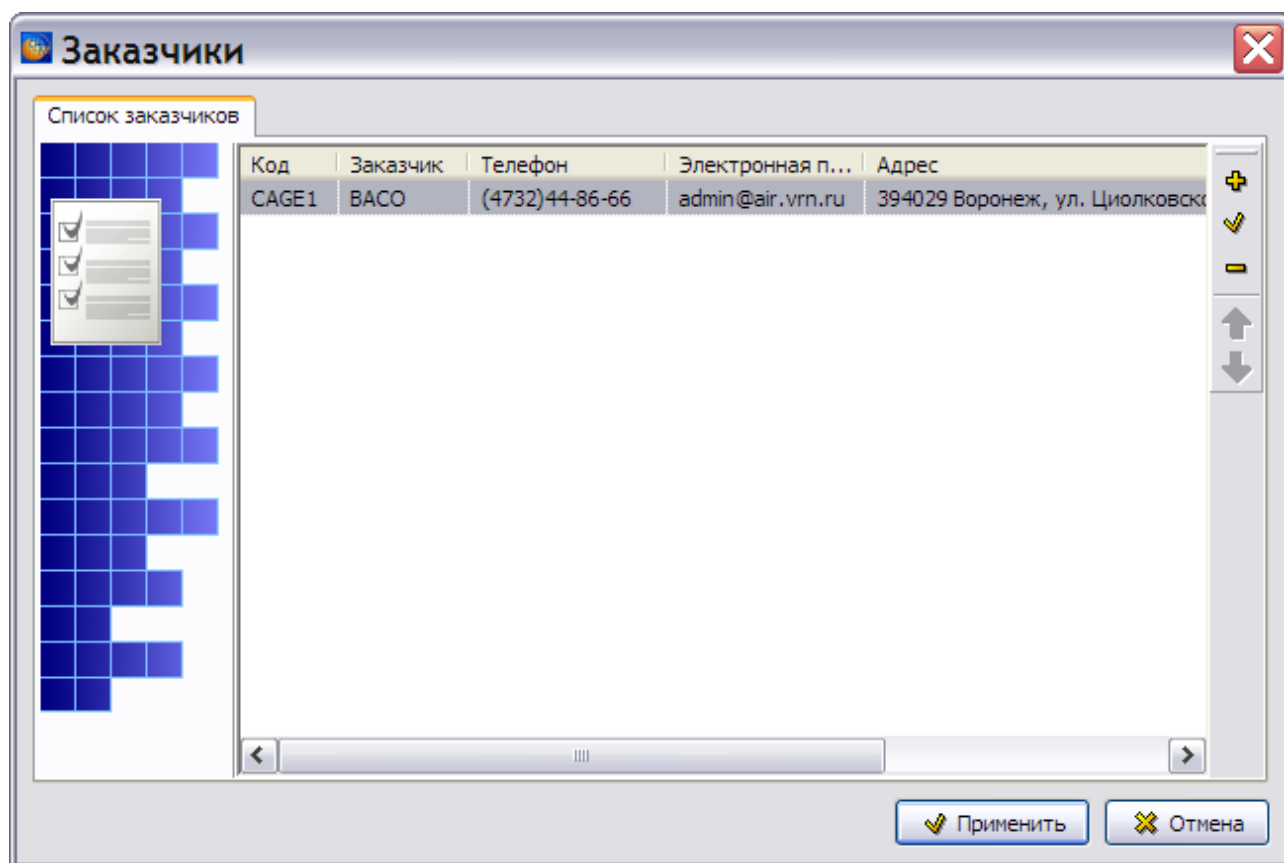

Рис. 23.5
4. Нажмите на кнопку **Применить**. При этом диалоговое окно **Клиент** закроется, и введенная информация о заказчике отобразится в диалоговом окне **Заказчики** (Рис. 23.5).